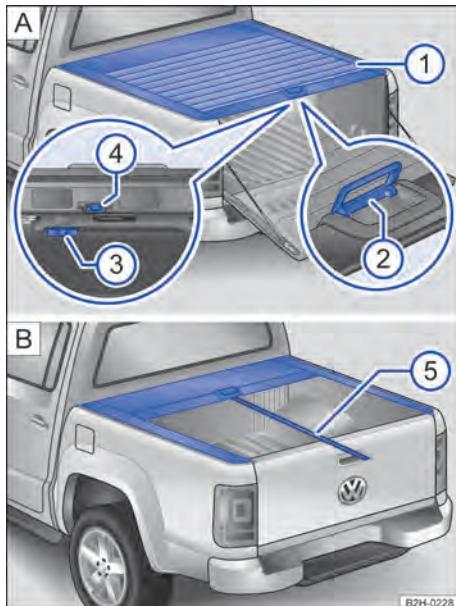

Fig. 28 Capota marítima do compartimento de carga: **A**: vista geral e **B**: cabo.
Legenda para Fig. 28:
- **Abrir brevemente e fechar novamente:** Se a capota marítima do compartimento de carga precisar ser aberta apenas brevemente e fechada de novo em seguida, a lingueta de travamento → Fig. 28 ④ A deve ser pressionada para a esquerda ao fechar. A capota marítima do compartimento de carga engata, se for fechada totalmente.
- **Fechar totalmente:** Fechar a cobertura totalmente, puxando na cinta de tração ⑤ B.
- **Fechar totalmente a partir da posição intermediária:** Fechar a cobertura, puxando na cinta de tração ⑤ B. A cobertura engata na posição intermediária.